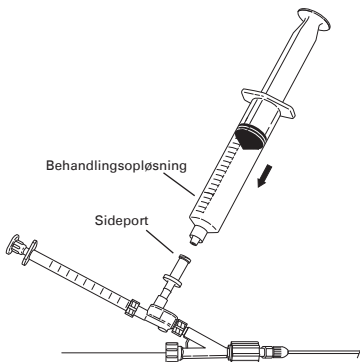

Fig. 7
- fyldt med en behandlingsopløsning. (Fig. 7)